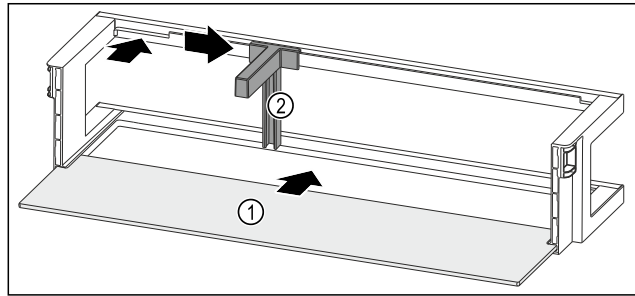

Fig. 96 Balconcino controporta con ripiano
- ▶ Inserire il ripiano Fig. 96 (1) negli incavi laterali.
- ▶ Inserire il portabottiglie Fig. 96 (2) nell'incavo.
- ▶ Far scorrere il portabottiglie Fig. 96 (2) lateralmente alla posizione desiderata.